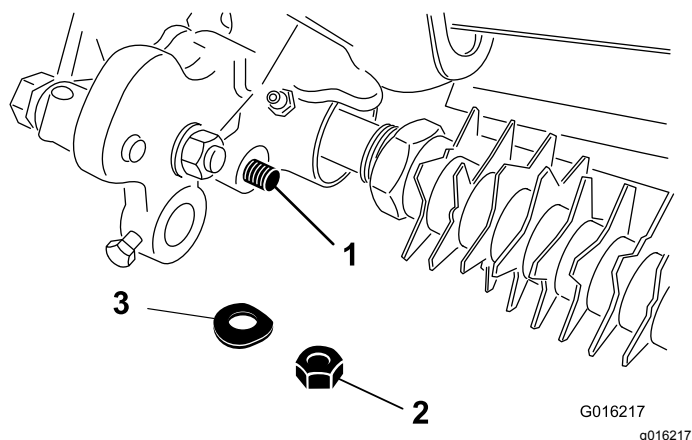

Figura 13
29. Sujete el extremo de la varilla del conjunto del brazo de ajuste al conjunto de transmisión del groomer con la arandela Belleville y la contratuerca (**Figura 13**).
34. Sujete el extremo de la varilla del conjunto del brazo de ajuste al conjunto de transmisión del groomer con la arandela Belleville y la contratuerca (**Figura 13**).